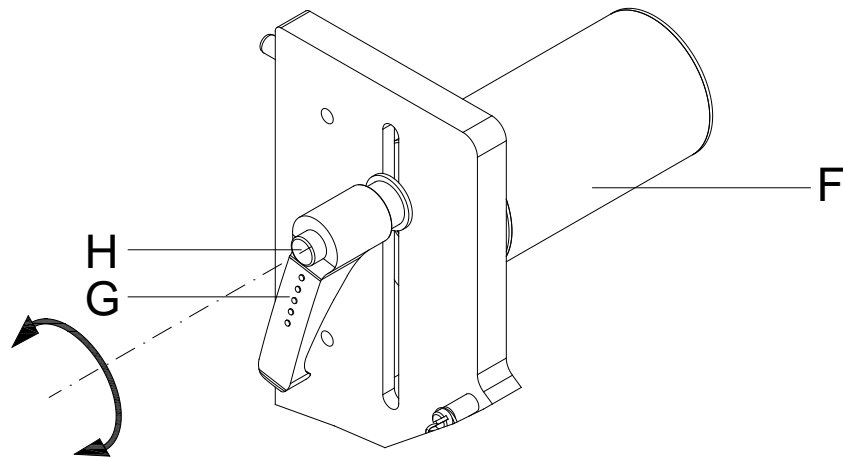

Abbildung 6
1. Nach dem korrekten Einlegen des Etikettenmaterials den Testdruck mit der Taste  aktivieren, oder Messvorgang auslösen, um die genaue Position des Etikettenanfangs zu ermitteln. Den Testdruck so oft bestätigen, bis sich ein Etikett über der Spende kante (C) des Spendemoduls befindet.
2. Spende position so einstellen, dass ein ordnungsmäßiges Ablösen des Etiketts vom Trägermaterial (B) gewährleistet ist.
3. Umlenkrolle durch Schwenken des Klemmhebels (G, Abbildung 6) gegen den Uhrzeigersinn lösen und langsam nach unten verschieben.
4. Gleichzeitig das Trägermaterial (B) durch Drehen der internen Aufwickelvorrichtung (A) wieder spannen. Diesen Vorgang so lange wiederholen, bis sich das zu spendende Etikett vom Trägermaterial (B) löst und ca. 5 mm über die Spende kante (C) hinausragt.